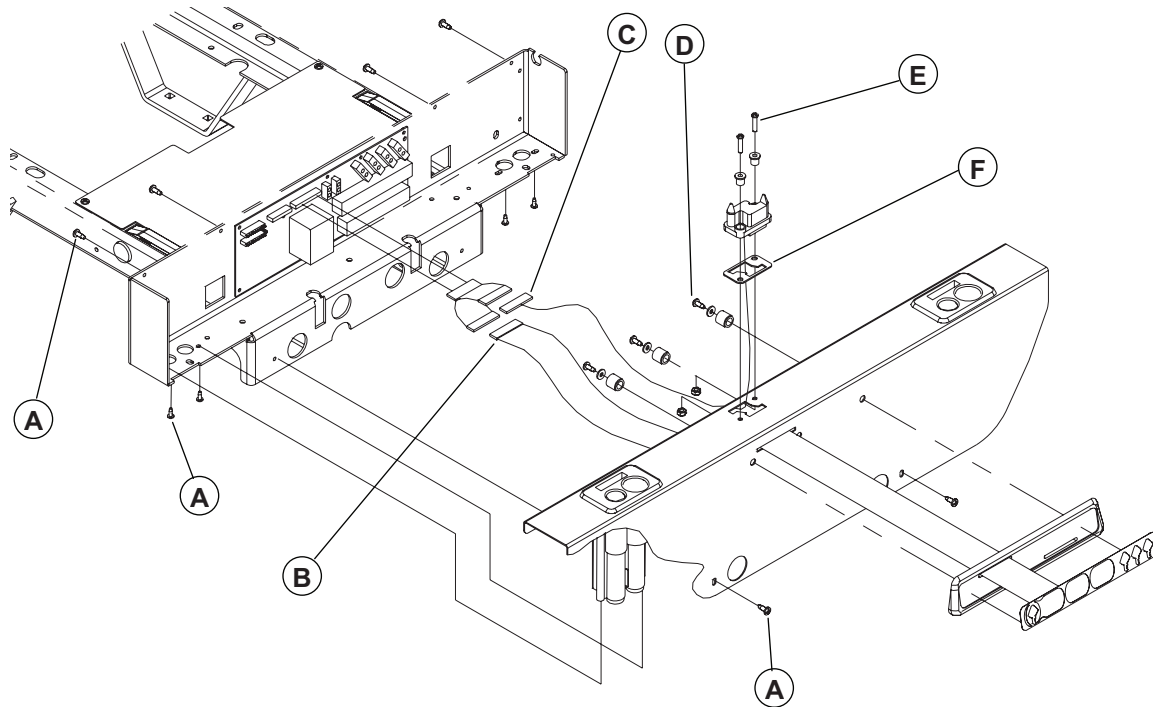

Figure 4.2A
6. À l'aide du tournevis Phillips no 2, retirez les dix vis (A, figure 4.2A, page 31) retenant le couvercle et les deux blocs porte-tige à la boîte de pied. Soulevez et retirez le couvercle en prenant soin d'abord de déconnecter de la carte électronique, le câble (B, figure 4.2A, page 31) du module de commande et, s'il y a lieu, le câble (C, figure 4.2A, page 31) du connecteur de la boîte de pied (en option).
7. À l'aide du tournevis Phillips no 2, retirez les quatre vis (D) retenant les deux parties de chaque couvercle de plastique recouvrant les extrémités du mécanisme de côté de lit. Retirez les couvercles.
8. À l'aide de la clé 1/2", retirez les quatre écrous, rondelles et boulons (E) retenant la poignée à la section de siège du sommier.
9. À l'aide de la clé 1/2", retirez les deux écrous, rondelles et boulons (F) retenant chaque extrémité du côté de lit pleine longueur aux boîtes de pied et de tête.
7. À l'aide du tournevis Phillips no 2, retirez les dix vis (A, figure 4.2A, page 31) retenant le couvercle et les deux blocs porte-tige à la boîte de pied. Soulevez et retirez le couvercle en prenant soin d'abord de déconnecter de la carte électronique, le câble (B, figure 4.2A, page 31) du module de commande et, s'il y a lieu, le câble (C, figure 4.2A, page 31) du connecteur de la boîte de pied (en option).
8. À l'aide du tournevis Phillips no 2, retirez les quatre vis (D) retenant les deux parties du couvercle de plastique recouvrant le mécanisme de côté de lit. Retirez le couvercle.
9. À l'aide des deux clés 1/2", retirez l'écrou, l'entretoise à épaulement et le boulon (J) retenant le crochet de verrouillage à la plaque. Retirez le crochet.
À moins d'indications contraires, référez-vous à la figure 4.2A à la page 31 pour la procédure de remplacement qui suit.